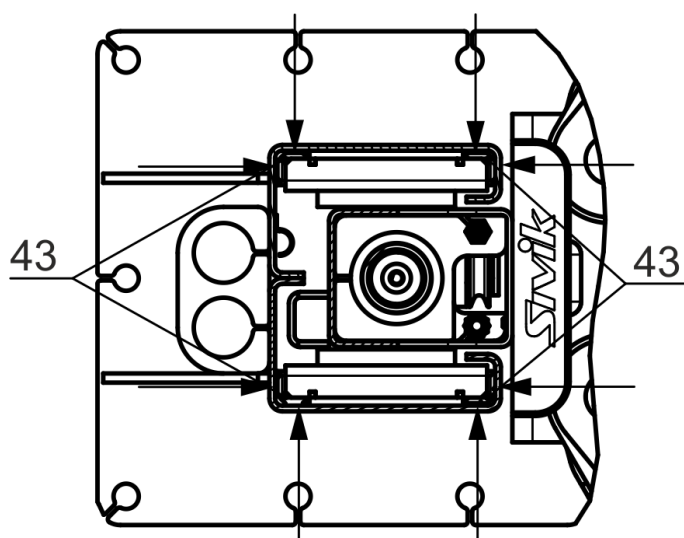

Рисунок 6.9 – Места смазки беговых дорожек (угловая зона 30х30 мм внутри стоек по всей длине)
6.14 Перед началом эксплуатации необходимо тщательно покрыть смазкой Литол-24 беговые дорожки внутри стоек на всем ходе кареток (рисунок 6.9), а также трос системы синхронизации кареток.